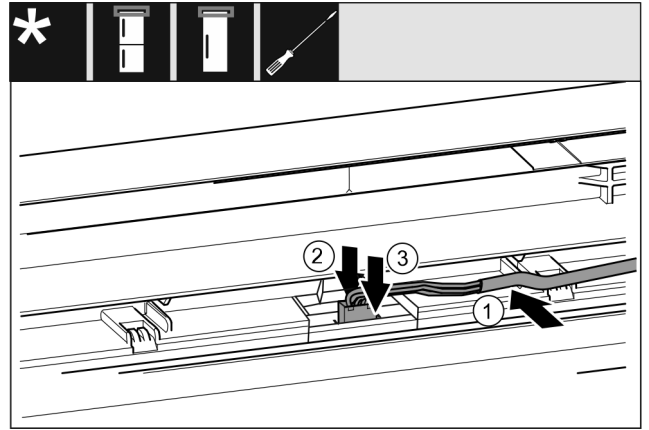

Fig. 44
- ▶ Umetnite sivi kabel u vodilicu u gornjim vratima. Fig. 44 (1)
- ▶ Uskočni jezičac pritisnite prema natrag. Fig. 44 (2)
- ▶ Pustite da utikač uskoči. Fig. 44 (3)